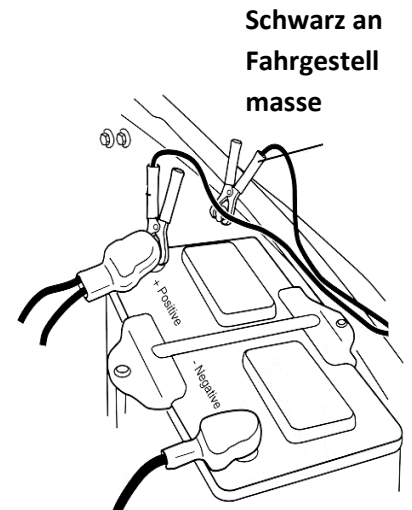

Abbildung 2
3. Verbinden Sie das schwarze Kabel des Prüfgeräts mit der Fahrgestellmasse des Fahrzeugs. Schließen Sie das schwarze Kabel **NICHT** an die Batteriemasse an, da ein Funken in der Umgebung der Batterie zu einer Explosion führen kann! **(Abbildung 2)**